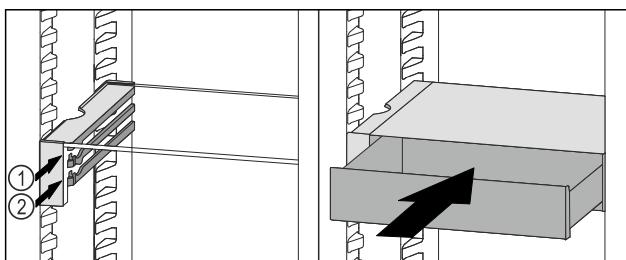

Fig. 130
- Așezați sertarul VarioSafe în spatele opritoarelor pe nervura dorită Fig. 130 (1) sau Fig. 130 (2).